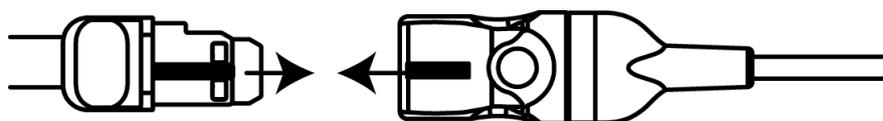

Figura 13-13 Conexión de un sensor al conector del cable del sensor
- 3 Coloque el conector del sensor frente al conector del cable del sensor y alinee las marcas de ambos (Figura 13-13).